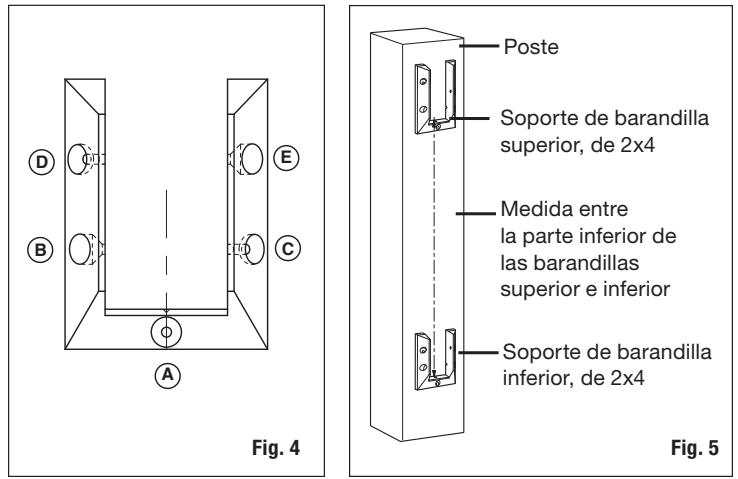

Fig. 5
- Mide la altura de tu cerca para colocar el soporte de barandilla superior. Recomendamos espaciar 66.7 cm desde la parte superior del soporte inferior hasta la parte inferior del soporte de barandilla superior. Marca el centro del poste midiendo desde la parte baja de la barandilla inferior hasta la parte inferior de la barandilla superior (Fig. 5).